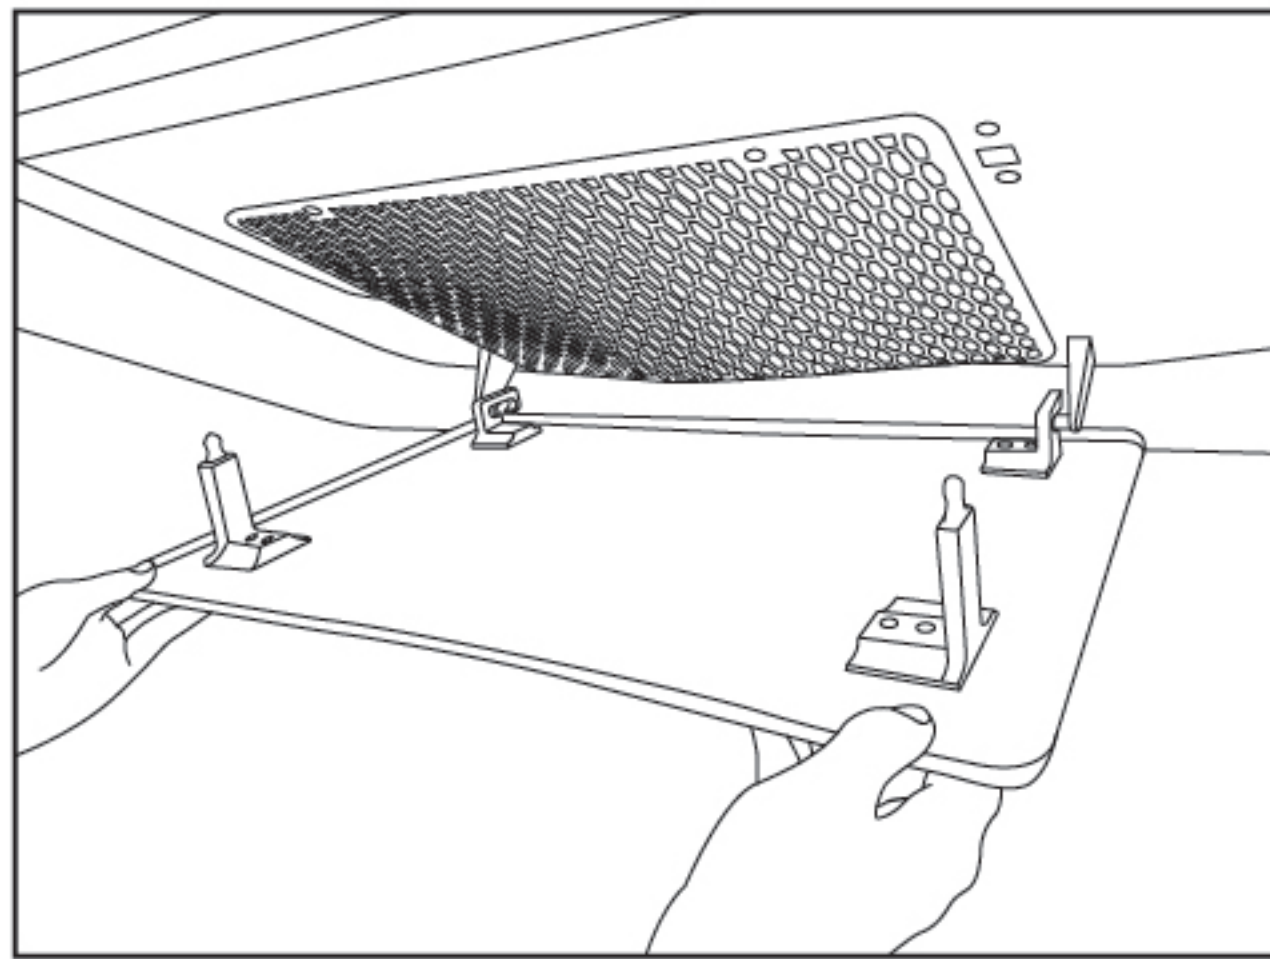
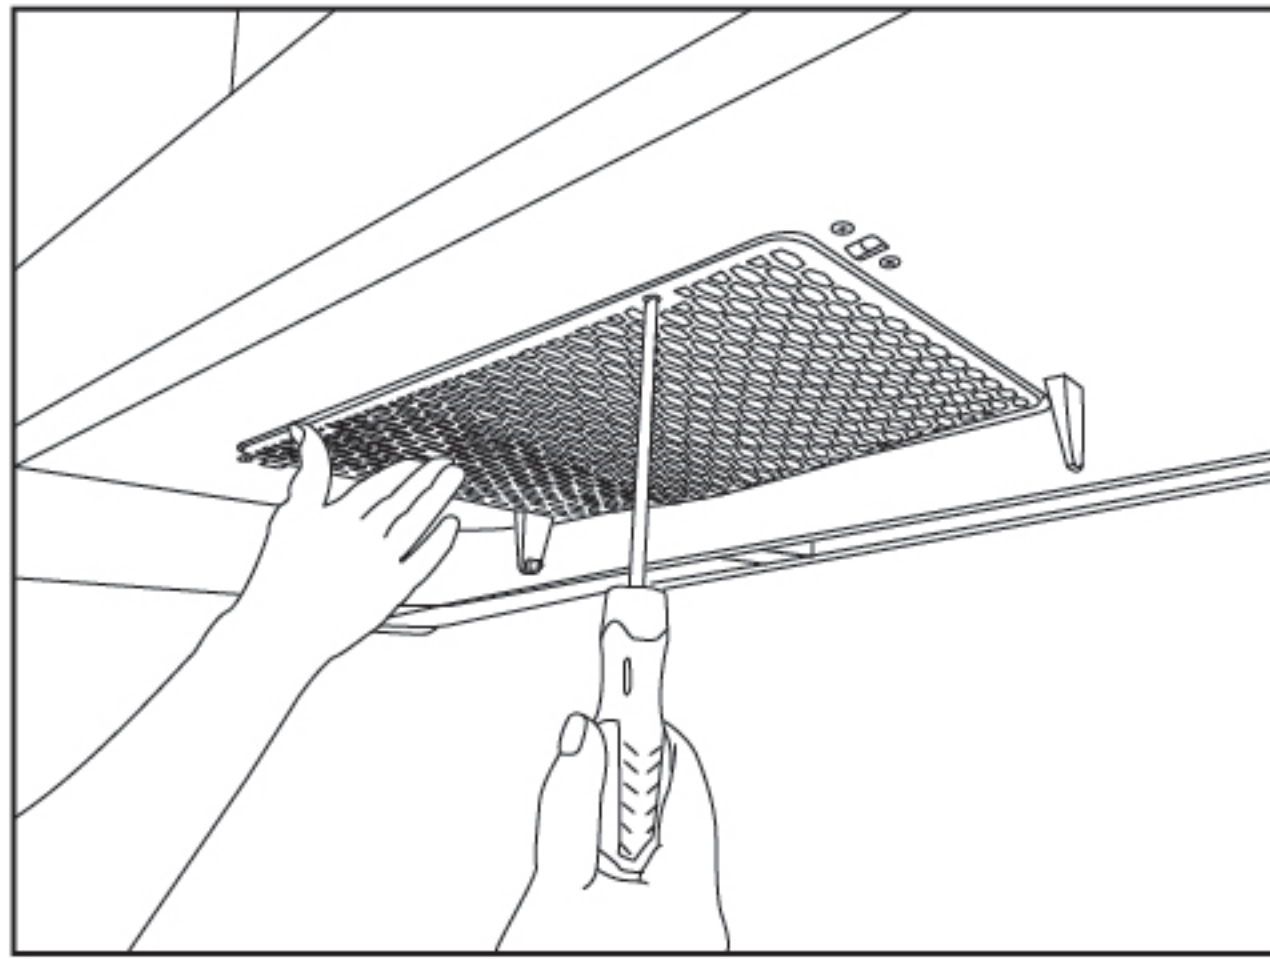
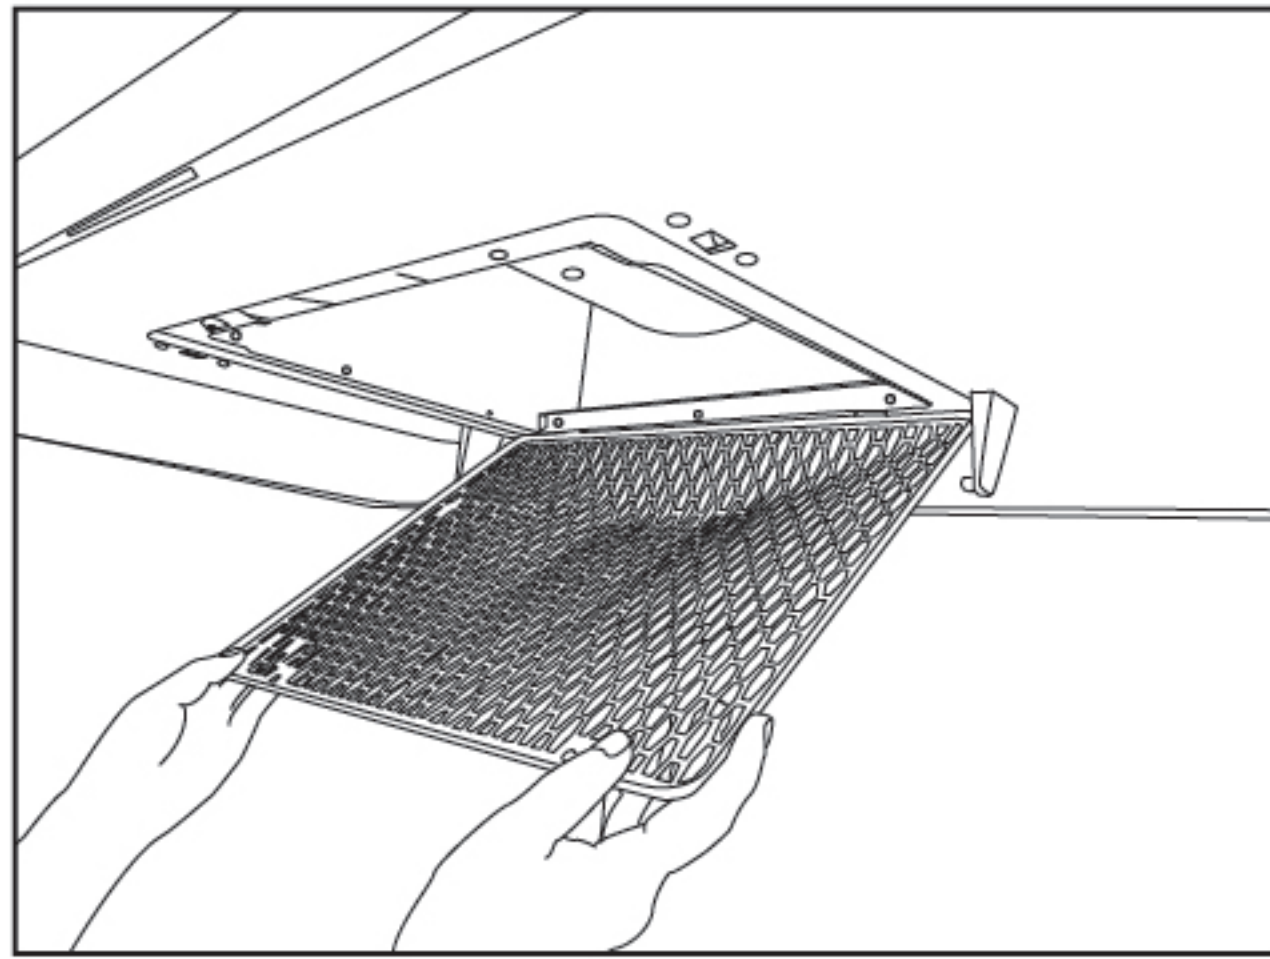

图2
图3
图4
2. 首先，双手抓住蝶翼板前沿，向下翻转，使蝶翼板卡扣脱离，同时再向下翻转一定角度，取下蝶翼板（图2），然后用左手托住进风口罩，右手用十字螺丝刀拧松固定进风口罩的两颗螺钉（图3），取下进风口罩（图4），将油杯、蝶翼板及进风口罩放入加有中性清洁剂的温水中浸泡，用软刷将其清洗干净；